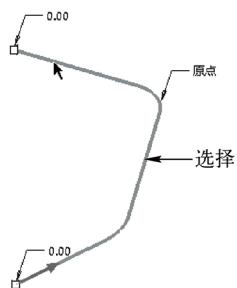

图 9-30 选择曲线
STEP 02 在功能区选项板的“模型”选项卡中，单击“形状”面板中的“扫描混合”按钮，打开“扫描混合”选项卡，单击“曲面”按钮，在绘图区中选择合适的曲线，如图 9-30 所示。